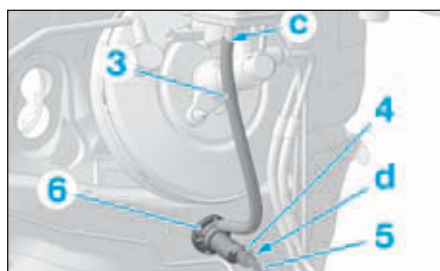

FIG.11
- Débrancher la canalisation d'alimentation (3) du cylindre émetteur (6) (Fig.11).
- Déposer l'agrafe (4) de la canalisation hydraulique (5) du cylindre émetteur puis débrancher celle-ci en (d).
- Déverrouiller le cylindre émetteur d'embrayage (6), en le tournant d'un 1/8 de tour dans le sens horaire.
- Déposer le cylindre émetteur d'embrayage (6).